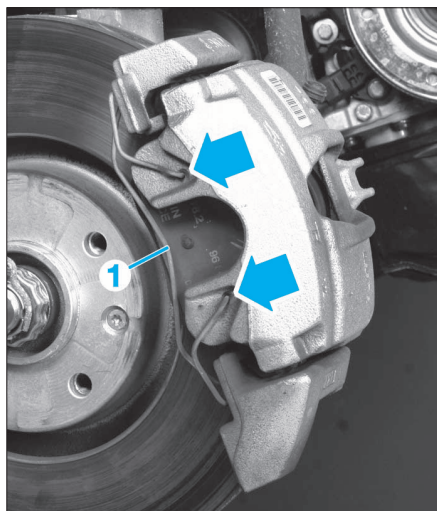

FIG. 6
- Déposer le ressort (1) (Fig.6).